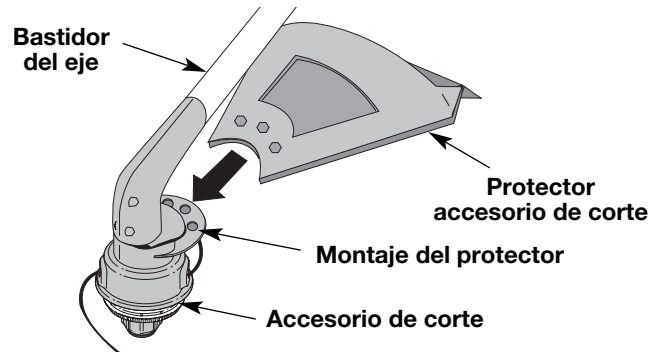

Fig. 2
5. Mientras sostiene la unidad en posición de operación (Fig. 2), coloque la manija en D en la posición que le brinde el mejor agarre.
1. Deslice el protector accesorio de corte en el montaje del protector sobre el accesorio de corte. Alinee los orificios de los tornillos del protector con los orificios del accesorio de corte (Fig. 2).